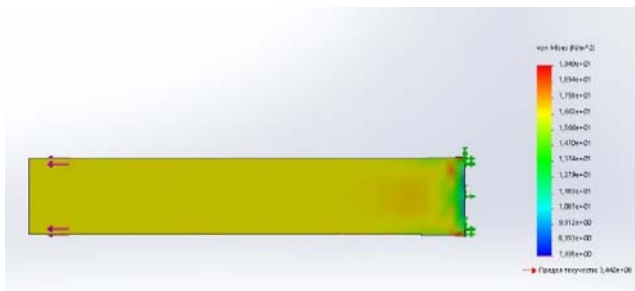

Рис. 3.7. Эквивалентные напряжения по Мизесу
9. Выполнить расчеты балки при действии на нее поперечной, поперечной + продольной сил в различных направлениях (поперечная = 1500 Н, продольная = 1000 Н). Результаты показаны на рис. 3.7–3.10.